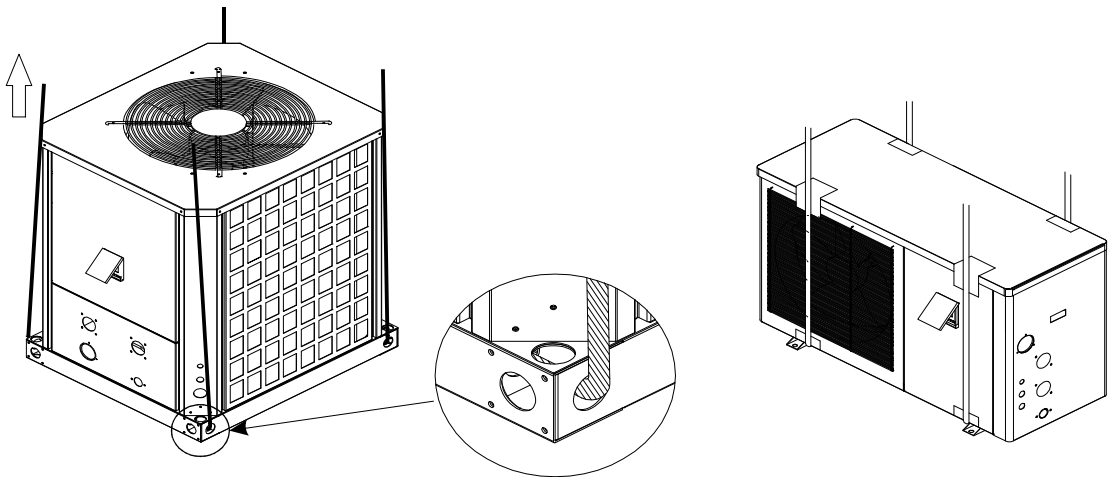

Figure 4-16
B. Pour les modèles verticaux, passer les câbles par les 4 trous de la base et soulever la PAC. Pour les modèles horizontaux, passer les câbles par les trous des pattes de fixation (voir figure 4-16).